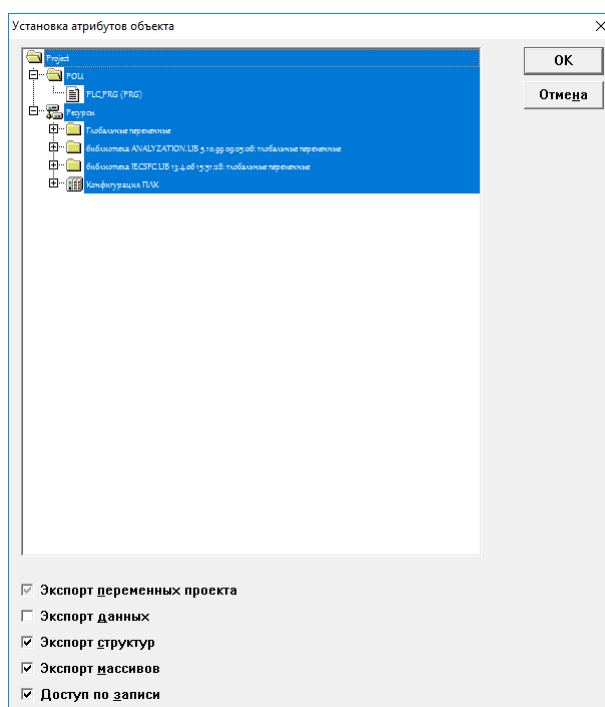

Рисунок 16.3 – Окно «Установка атрибутов объекта» (Set object attributes)
4. В открывшемся окне «Установка атрибутов объекта» (Set object attributes) снять флажок переключателя «Экспорт переменных проекта» (Export variables of object), см. рисунок 16.3. Остальные переключатели станут недоступными для редактирования.